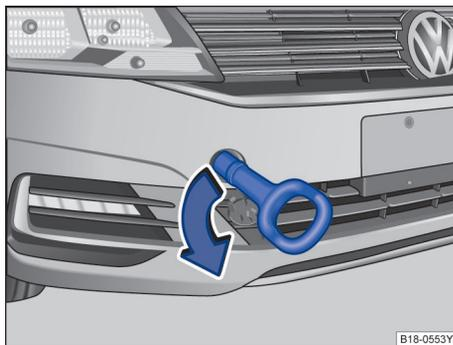

图 203 在保险杠的右前部：安装牵引环
- 将牵引环朝箭头方向拧入螺纹孔内，直到限位位置⇒图 203。